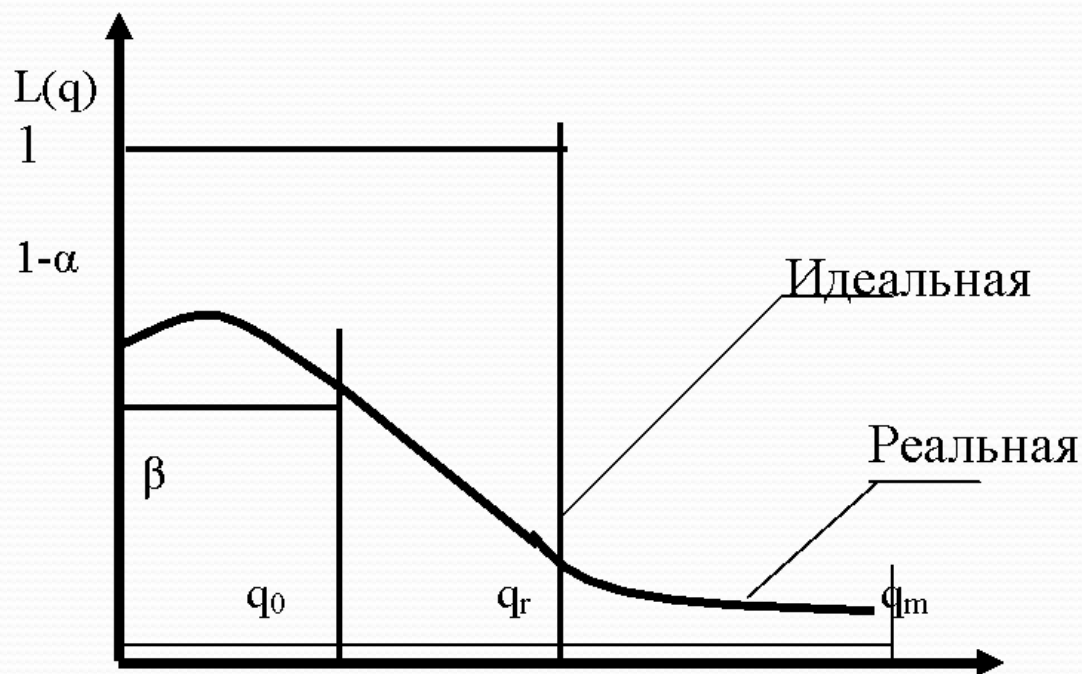

Рисунок 3 – Оперативные характеристики
- Вероятность забракования партии продукции, обладающей приемочным уровнем дефектности, обозначается $\alpha = 1 - L(q_p)$ и называется **риском поставщика** (рис.3)